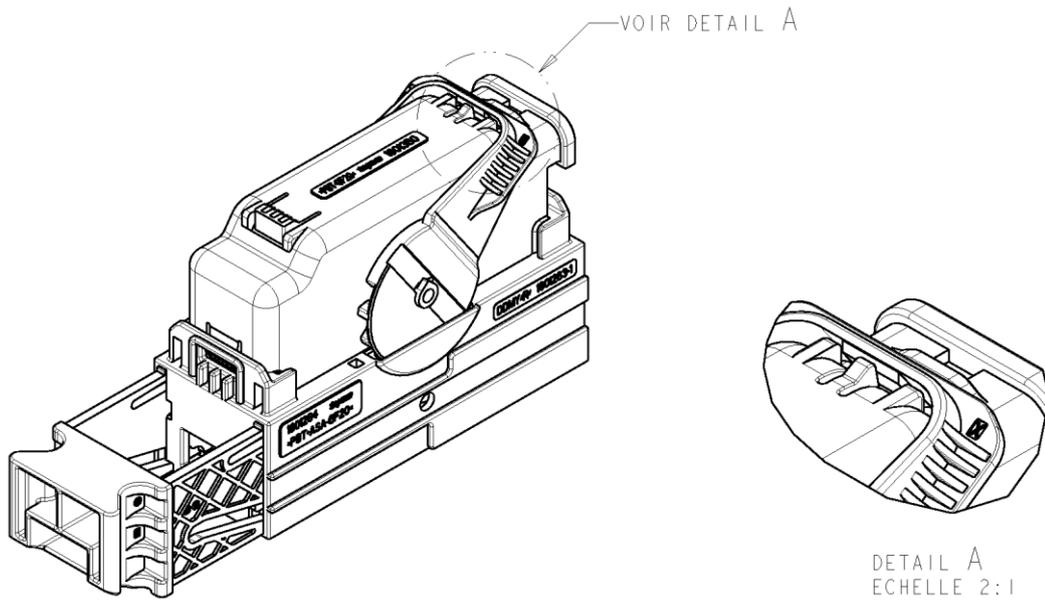

Figure 14
2. Faire pivoter le levier sur son axe, ceci provoque la sortie de l'étrier du porte-clips 30 voies MQS CB/MCP (voir Figure 14).